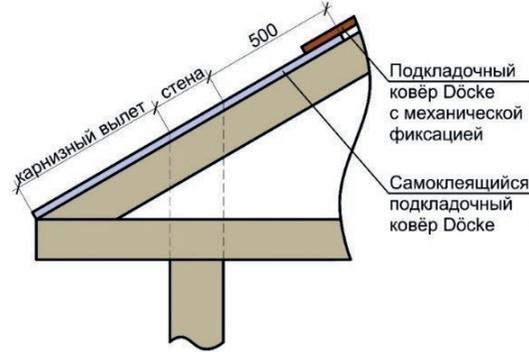
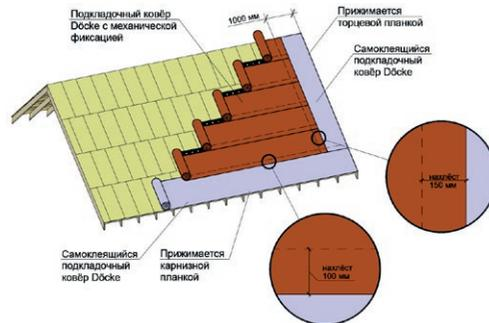

Рис. 8. Схема укладки самоклеящихся подкладочных ковров на карнизный свес.
Рис. 10. Схема расположения подкладочного ковра Döcke (последовательность укладки полотен в соответствии с пунктом 4.1.6.).
часть ската над стеной плюс 500 мм (рис. 8). Монтаж самоклеящегося подкладочного ковра вдоль фронтона осуществляется поверх первого ряда подкладочного ковра, смонтированного вдоль карниза, с обеспечением нахлёста в 100 мм. Оставшуюся поверхность скатов допускается укрывать подкладочными коврами Döcke с механической фиксацией (рис. 10, рис 12). Также допускается монтаж самоклеящихся подкладочных ковров Döcke по всей площади кровли.
4.1.8 Крепёж подкладочного ковра осуществляется гвоздями (тип 1, таблица №1). Схема крепления полотен подкладочных ковров Döcke показана на рис. 10. Самоклеящиеся ковры Döcke вдоль карниза снизу прижимаются карнизными планками (п. 5 – «Установка карнизных и торцевых металлических планок»).